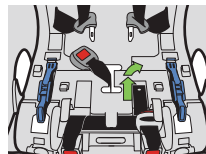
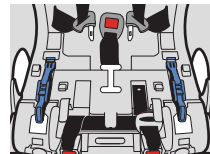

Figura 12
Figura 13
- Deslice la correa de la entrepierna hacia la otra ranura de la correa de la entrepierna, como se muestra en la **figura 12**, y asegúrese de que el botón rojo para soltar la hebilla quede viendo hacia afuera del asiento, como se muestra en la **figura 13**.